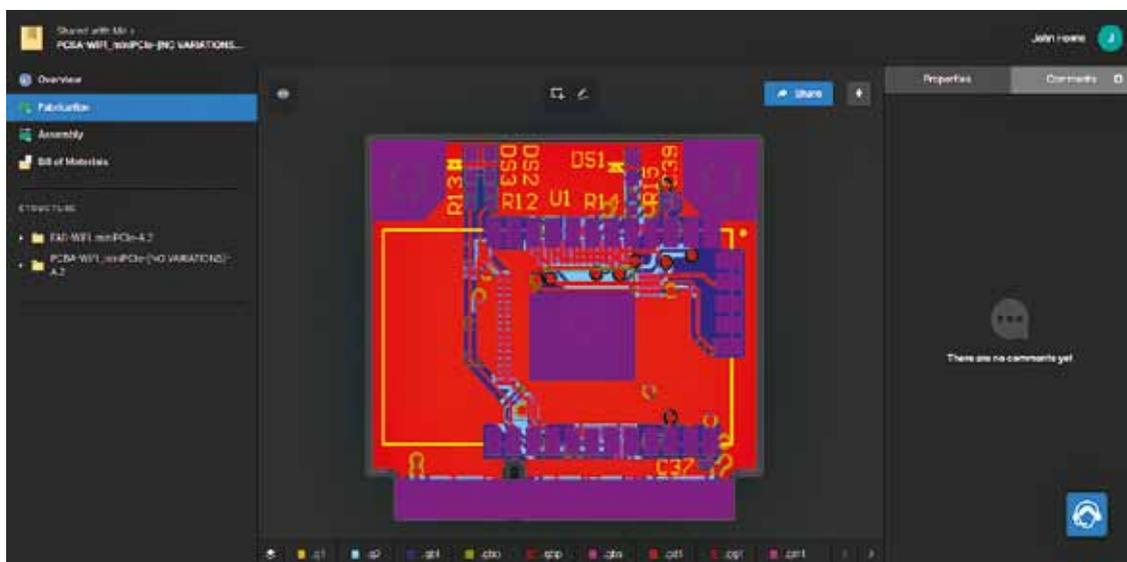

Рис. 5. Просмотр данных Gerber в средстве просмотра Manufacturing Package Viewer
- Публикация выпущенных данных производителю. Производитель, которому был опубликован пакет выпущенных данных, может изучить его с помощью специального средства платформы Altium 365 Manufacturing Package Viewer без необходимости доступа к вашему Workspace, что позволит скрыть остальные проектные данные, которые хранятся в этом Workspace. Помимо просмотра исходных данных проекта (схема, плата, состав изделия), это средство позволяет просмотреть данные для изготовления печатной платы с возможностью их комментирования во встроенном средстве просмотра Gerber Viewer (рис. 5). Производитель может загрузить опубликованные данные и с их помощью изготовить печатную плату и печатный узел, а также осуществить дальнейшую публикацию этих данных (например, субподрядчикам).